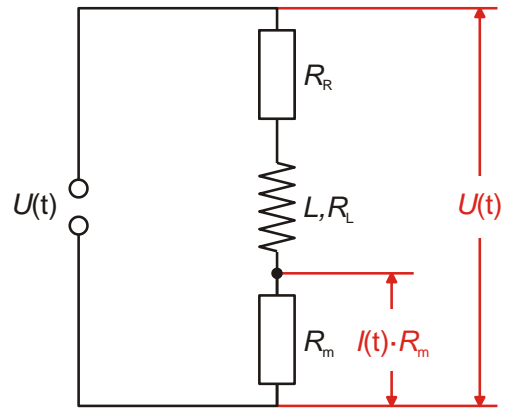

Fig. 3: Schema elettrico
- Realizzare il circuito sulla scheda come da Fig. 3.